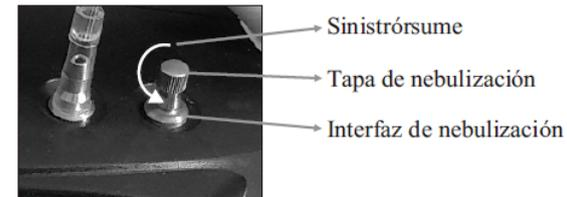

Figura 7: Nebulización
► Tire hacia arriba la cubierta del nebulizador sobre la interfaz del mismo. (Figura 7)